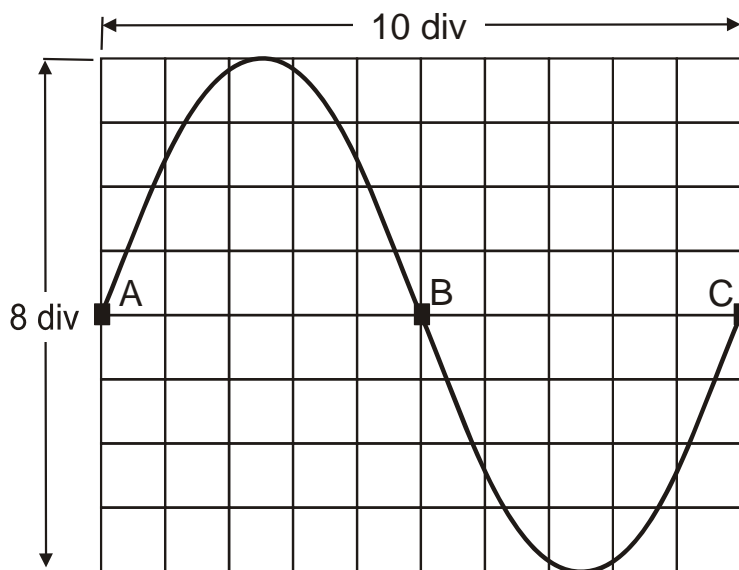

Bild 1
- Skizzieren Sie den zeitlichen Verlauf der Sägezahnspannung  $u_x(t)$  des Zeitablenkendes und markieren Sie in diesem Diagramm die zu Bild 1 korrespondierenden Punkte A, B und C.